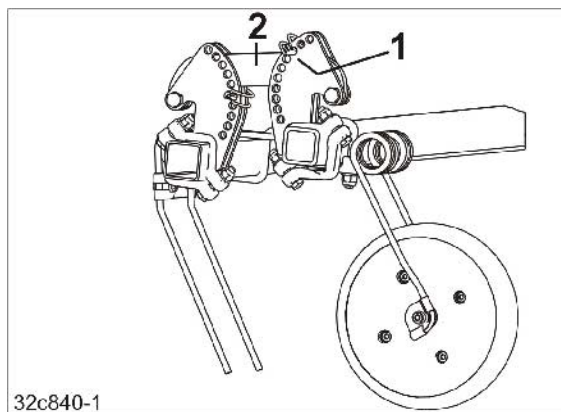

Рис. 176
1. Регулировка рабочей глубины зубьев-загортачей осуществляется путем установки трубного фиксатора (Рис. 176/1) выше рычага (Рис. 176/2) в одно и то же отверстие каждого сегмента.